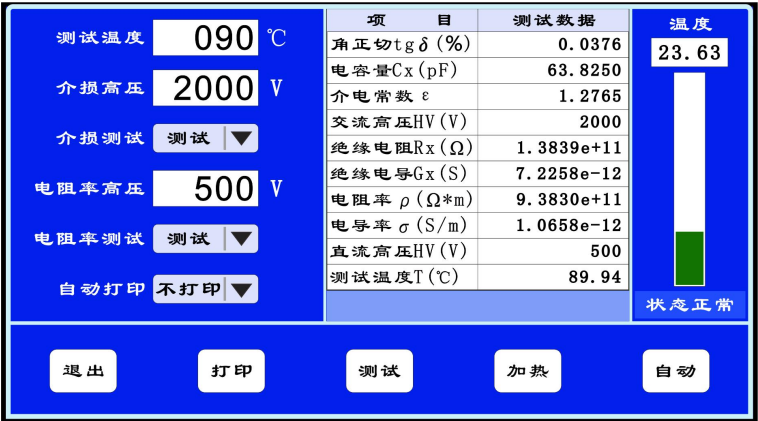

图 6-4 油样测试
- 1、从主菜单界面按下“油样测试”菜单进入“图 6-4”；
- 1、直接测试是点击屏幕下“测试”项进入启动测试，如“图 6-4”；
- 1、加热测试是点击屏幕下“加热”项进入启动加热，如“图 6-4”；
- 1、自动测试是点击屏幕下“自动”项进入启动自动测试，如“图 6-4”；
附说明：当参数测试中介损和电阻率都测试时，设备同时测试两组项目，测试数据结果为“图 6-4”所示为两组；当参数测试中介损和电阻率任意一项不测试时，设备只测试开启项目，测试数据结果为开启项目的那一组。